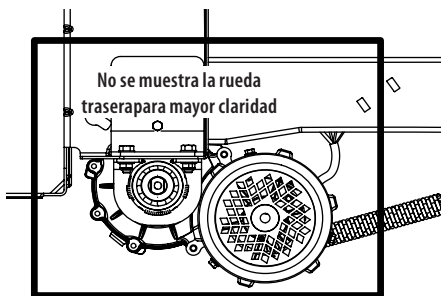

Figura 30
- Limpie alrededor y cerca de la transmisión y del eje (Figura 30).